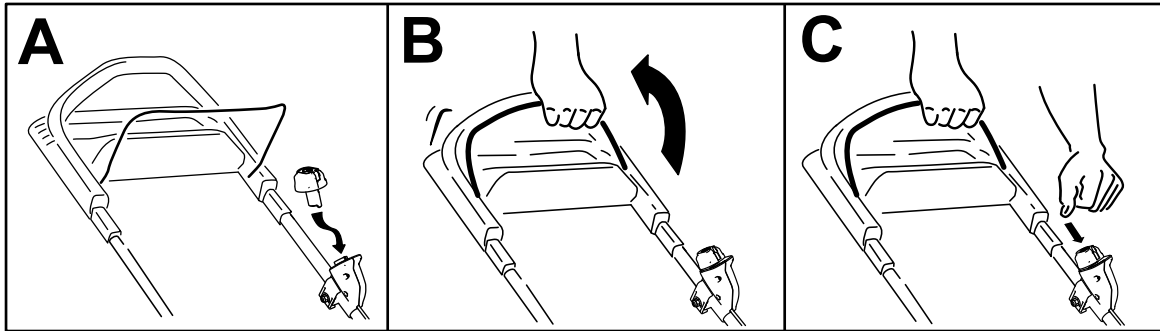

Bild 12
2. Führen Sie den Elektrostarttaster in den Elektrostartschalter (A in Bild 12).
3. Drücken Sie den Schaltbügel und halten Sie ihn gegen den Holm (B in Bild 12).
4. Halten Sie den Elektrostarttaster gedrückt, bis der Motor startet (C in Bild 12).